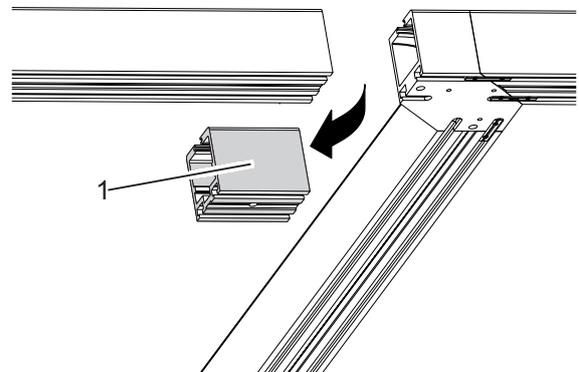

Fig. 13: Enlèvement de la pièce de maintenance
1. Enlever la pièce de maintenance (Fig. 13/1).